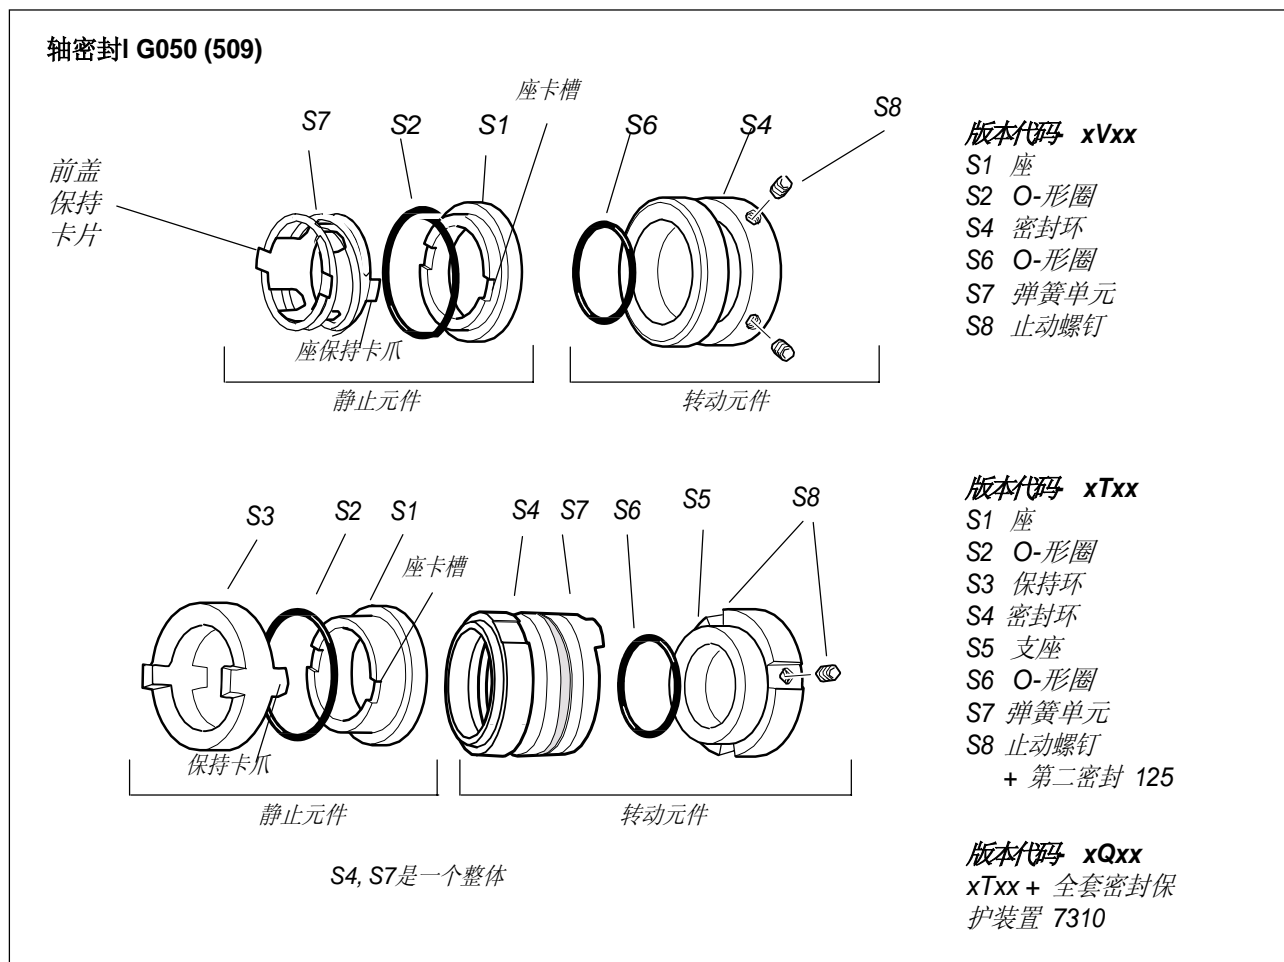

Fig. 4
- 安装弹簧单元S7至合适位置。注意其卡槽及卡爪的位置。(See fig 4.)
至弹簧座S1上。安装弹簧座S1至弹簧单元顶部。注意观察卡槽及卡爪的位置。(See fig 4.)
- 安装保持环 S3 至合适位置。注意保持环卡爪及盖卡槽的位置。(See fig 4.)
(See fig 4.)